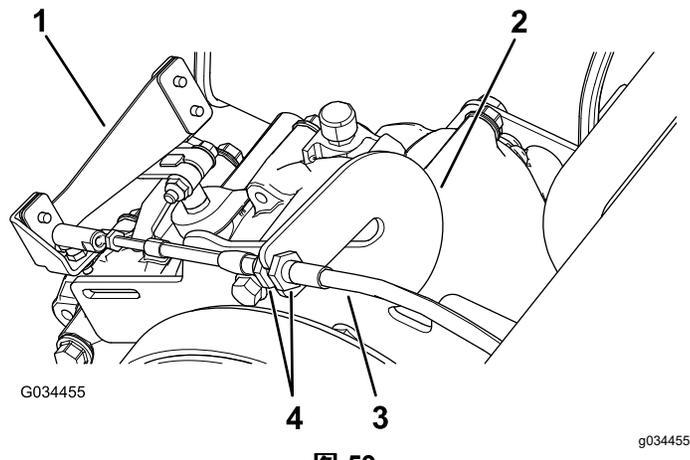

图 59
1. 拧松换档拉索上的锁紧螺母必要时进行调整图 59。
2. 在 3 个不同位置之间转动换档选择器测试换档位置并检查换档时换档控制杆图 59 能否适当转动请参阅 换档控制杆和换档指示器 \(页码 13\)。